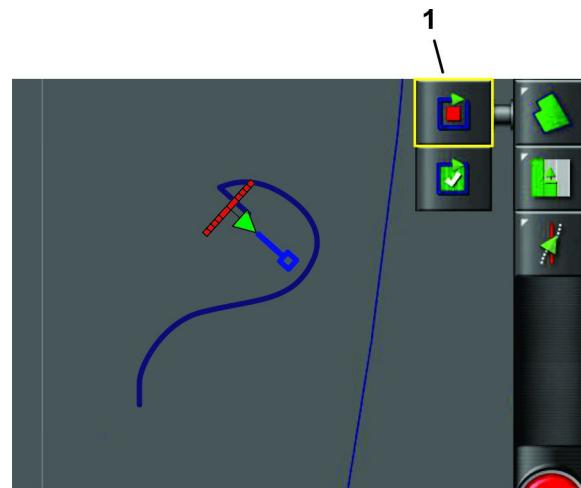

图 43
- 将机器对准到位图 43。
- 按记录场地边界图标再次开始记录继续驾驶机器以定义边界周长图 43。